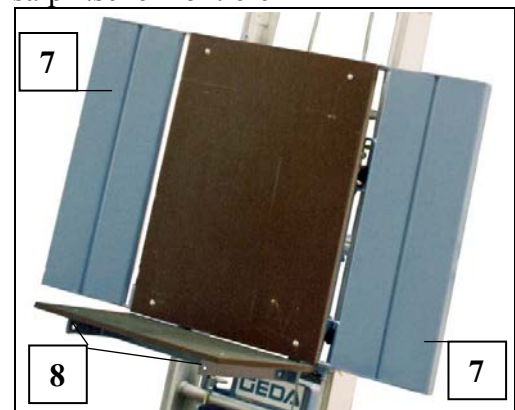

Fig. 43 Universalpritsche
- An beiden Seiten die äußeren Muttern (11) und Federringe der vormontierten Schrauben (M12 x 40) abnehmen.
- Frontschutz mit den Schrauben (10) an den vorderen Bohrungen der Tragprofile (siehe Pos. 8 Fig. 43) der Universalpritsche einfädeln.
- Federring und Mutter (11) an beiden Seiten montieren
- Beide äußere Muttern (11) festziehen.